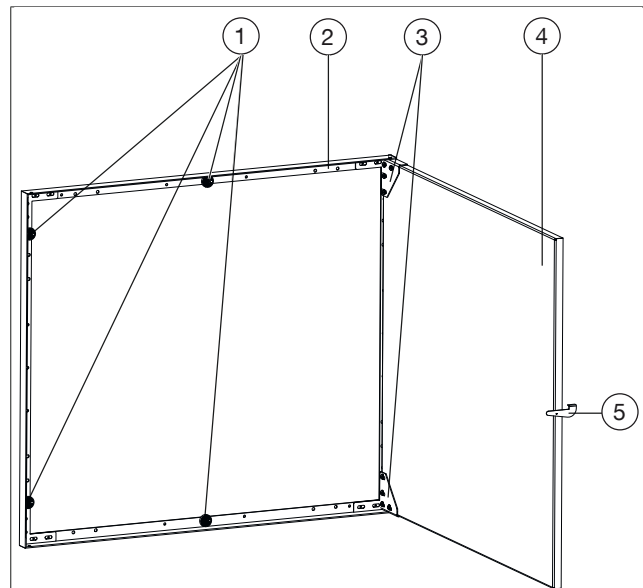

Abb. 1: Aufbau Revisionsrahmen
(1) Befestigungswinkel
(2) Befestigungswinkel kurz
(3) Befestigungswinkel lang
- Öffnen Sie die Wannentür (siehe Abb. 1 auf Seite 6) des Revisionsrahmens vollständig.
5. Schrauben Sie die Befestigungswinkel (1) (siehe Abb. 5 auf Seite 7) an den Rahmen (siehe Abb. 1 auf Seite 6) handfest an.
1. Öffnen Sie die Wannentür (siehe Abb. 1 auf Seite 6) des Revisionsrahmens vollständig.